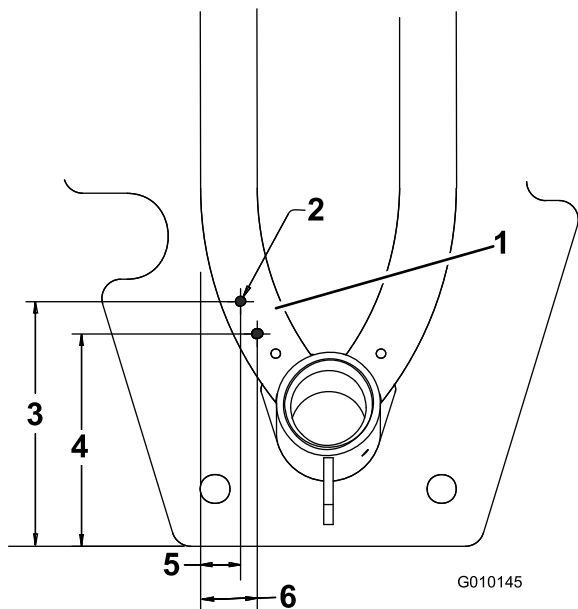

図 7
9. バルクヘッドブラケットを型紙として使って、図 7 に示す位置と寸法で、フレームチューブに直径 7 mm の穴を2つ開ける。図 7 は場所をわかりやすく示すもので、寸法は原寸とは異なる。
- 注** 図 7 は、機体下から見た図です。